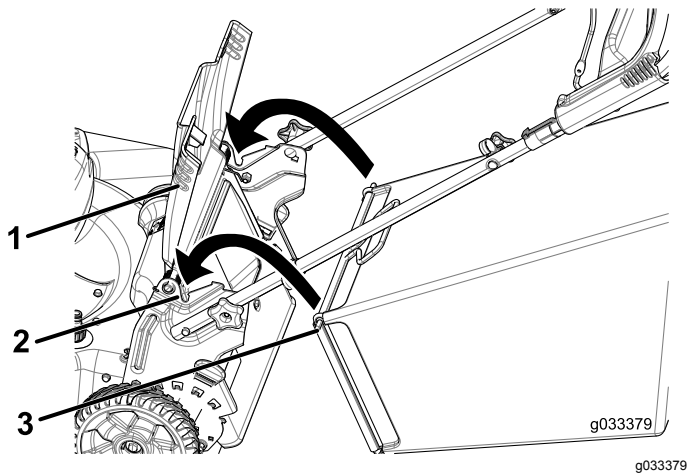

Figure 22
1. Soulevez le déflecteur arrière et gardez-le dans cette position (Figure 22)
2. Montez le bac à herbe en veillant à placer les ergots dans les crans du guidon (Figure 22).